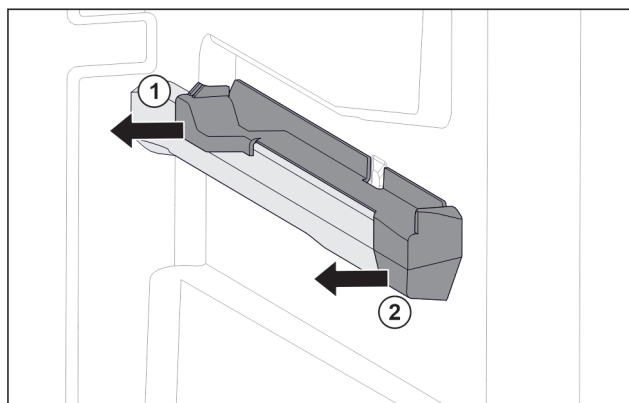

Fig. 123 Násuvný diel na pravom rebre nádoby
- ▶ Stiahnite násuvný diel vzadu do strany. Fig. 123 (1)
- ▶ Stiahnite násuvný diel vpredu do strany. Fig. 123 (2)